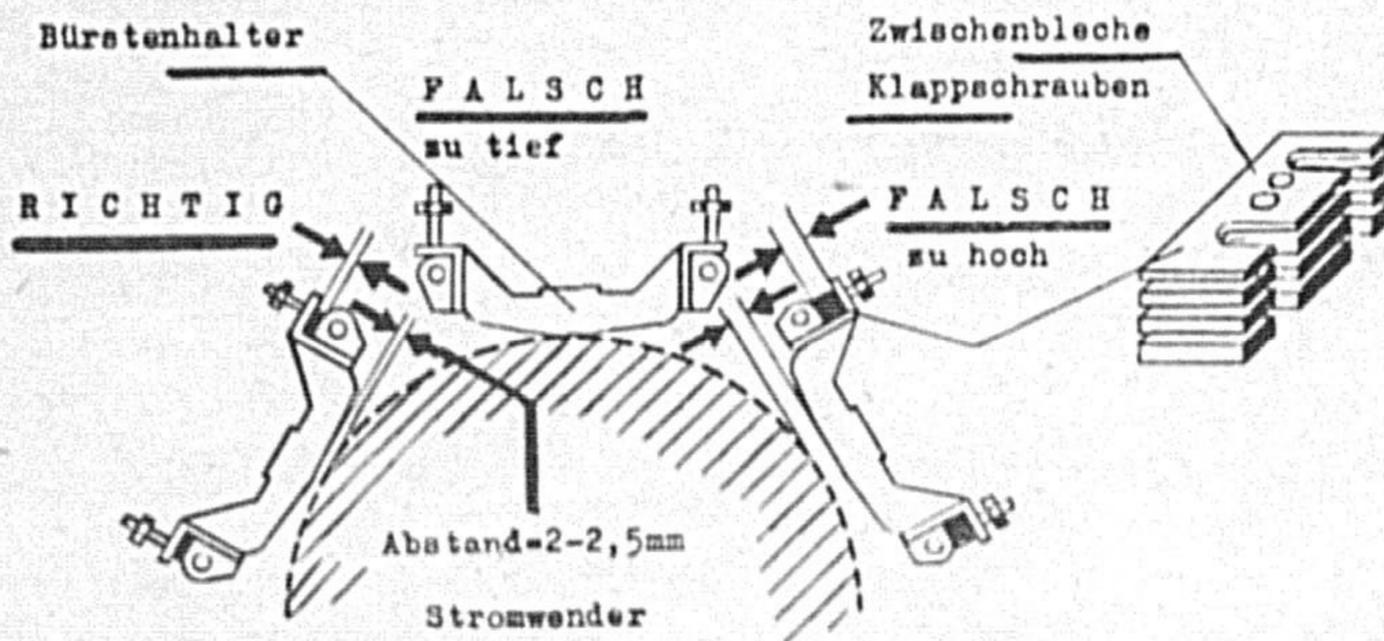
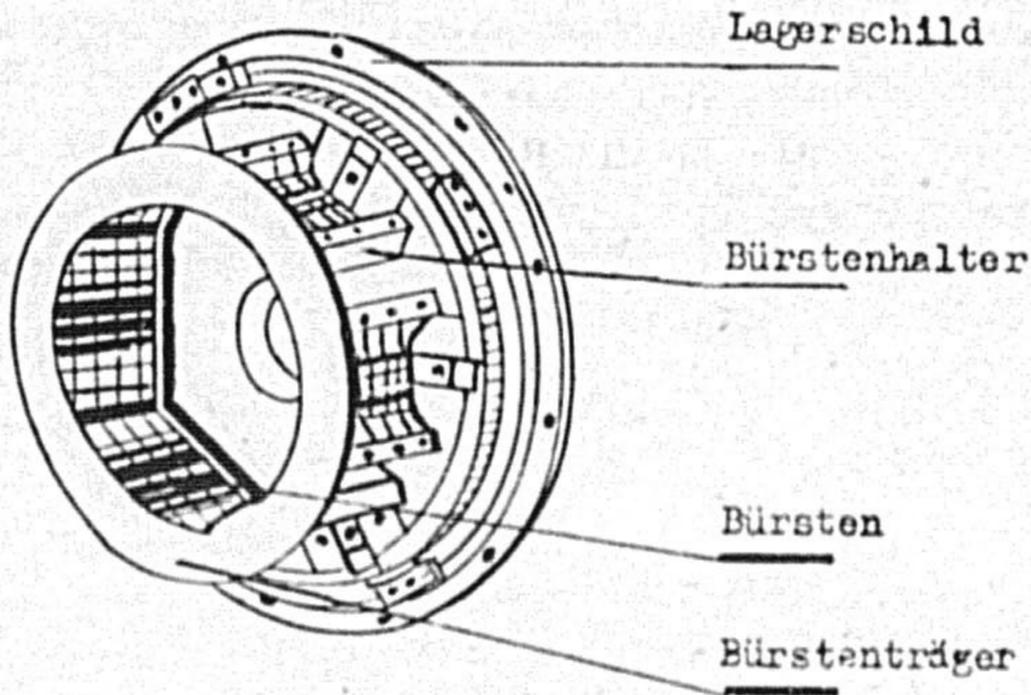

Bild 5 Einstellen der Bürstenhalter
Bild 6 Bürstenträgerring
**Beachte:** Das Maß zwischen Bürstenhalterunterkante und Stromwender muß 2 bis 2,5 mm betragen, Bild 5.
Zur Einstellung dieses Maßes entferne einzelne Bleche (Beilagen) aus den unter den Bürstenhaltern liegenden Blechpaketen, Bild 5.
Entferne stets in den beiden unter den Bürstenhaltern liegenden Blechpaketen Beilagebleche von gleicher Stärke, damit die neu eingestellte Höhe der beiden Blechpakete gleich ist, Bild 5. Das Nachstellen der Bürstenhalter erfolgt nur am aufgebauten Bürstenträger, Bild 6.